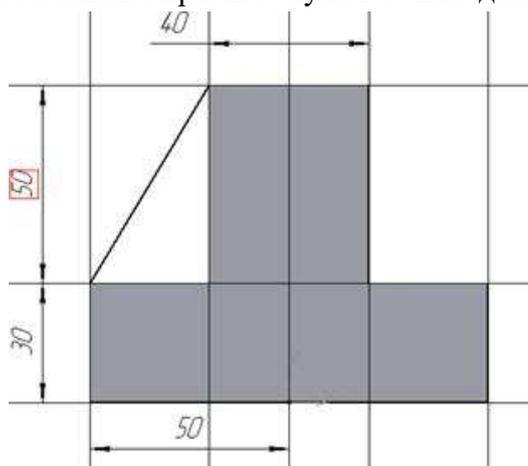

Рисунок 8 Построение эскиза ребра жесткости
4. Для построения ребер жесткости на фронтальной плоскости проекций построим эскиз (рис.8), для которого предварительно сделаем вспомогательными прямыми разметку. Эскиз обязательно следует вычерчивать отрезком (тип линии – основная), вспомогательные прямые служат только для предварительных построений.